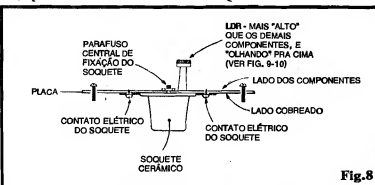

Fig. 8
- FIG. 8 - PERFIL DA PLACA/SOQUETE/LDR - Uma vista